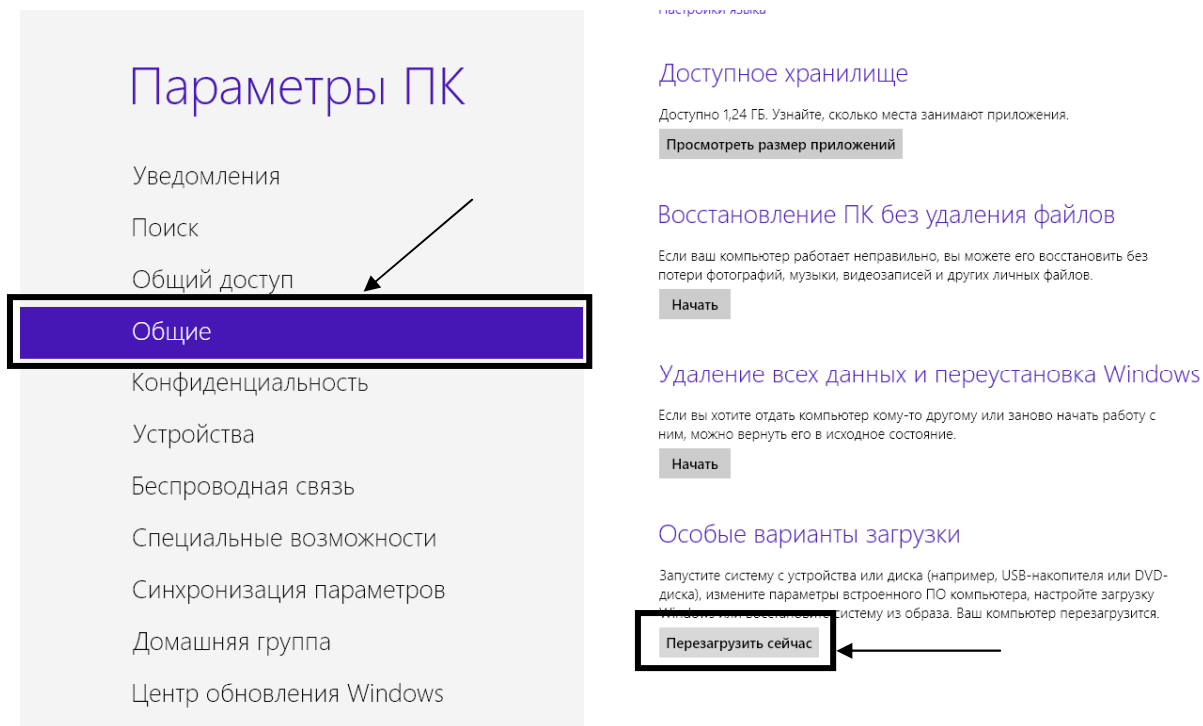

Рис. 12 – Окно «Параметры ПК»
2.2.5.2 Появится окно «Параметры ПК» (см. Рис. 12).